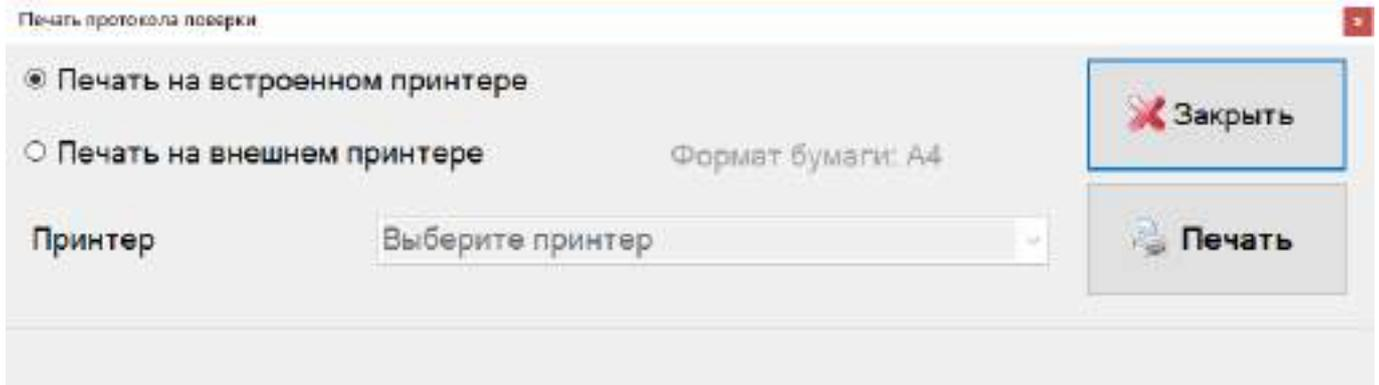

Рисунок 19
17. Для того чтобы распечатать отчет о проведенной проверке необходимо нажать на кнопку «Печать». При этом отображается окно «Печать протокола проверки» с возможностью выбора принтера (рисунок 19, 20).